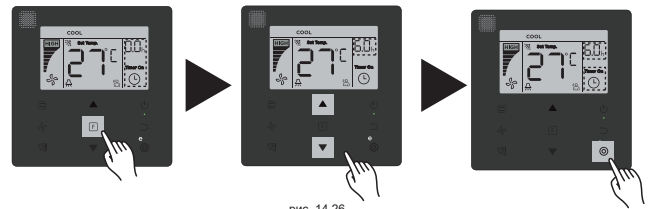

рис. 14.26
- 1) Настройка «Timer On»: нажмите кнопку [F], чтобы перейти к настройке «Timer On», на дисплее отобразится «0.0h Time On», и значки «Time On» будут мигать, затем нажмите кнопку [🔊] для перехода к настройке таймера. С помощью кнопок ▲ и ▼ настройте время и нажмите [🔊], чтобы завершить настройку таймера (см. рис. 14.26).